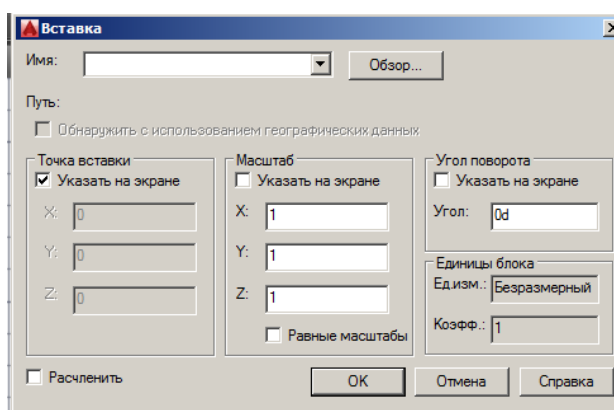

Рис. 26
2. В диалоговом окне ВСТАВИТЬ (INSERT) (Рис. 26) задать имя блока и его положение в текущем рисунке.